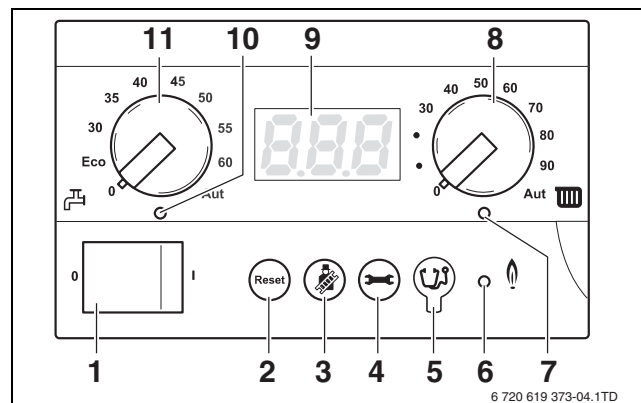

Fig. 69 Regolatore di base BC10
- Disattivare l'impianto di riscaldamento agendo sull'interruttore di esercizio del regolatore di base Logamatic BC10 (→ fig. 69, [1]).
- ▶ Attivare l'impianto di riscaldamento agendo sull'interruttore d'esercizio del regolatore di base Logamatic BC10 (→ fig. 69, [1]).
- ▶ Dopo l'accensione del LED "Bruciatore" (→ fig. 69, [6]) attendere un minuto, finché la caldaia funzioni a carico parziale.
- ▶ Premere il tasto "Spazzacamino" (→ fig. 69, [3]) fino alla scomparsa del punto sul display.
- ▶ Disattivare l'impianto di riscaldamento agendo sull'interruttore di esercizio del regolatore di base Logamatic BC10 (→ fig. 69, [1]).
- Mantenere premuto il tasto "Spazzacamino" (→ fig. 69, [3]) (per circa due secondi), finché sia visualizzato il punto nella parte inferiore destra del display (→ fig. 69, [9]) (→ tab. 9, "Prova di combustione", pagina 27).
- Dopo l'accensione del LED "Bruciatore" (→ fig. 69, [6]) attendere un minuto, finché la caldaia funzioni a pieno carico.
- Premere il tasto "Spazzacamino" (→ fig. 69, [3]) per concludere la misurazione (→ tab. 9, "Prova di combustione", pagina 27).